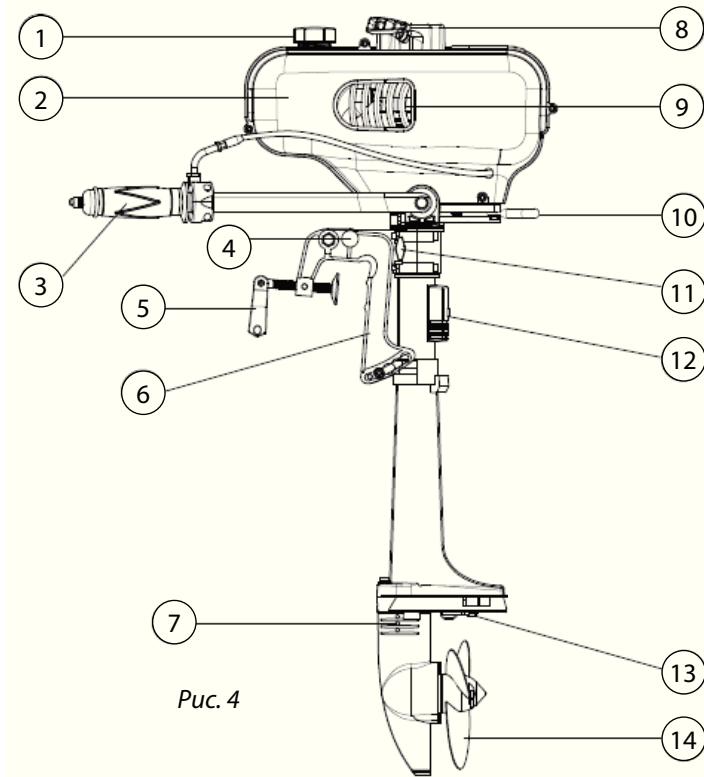

Рис. 4
- 1.2 Переместите рычаг дроссельной заслонки в положение 'закрыто' (Рис. 4 – обратно направлению стрелки).